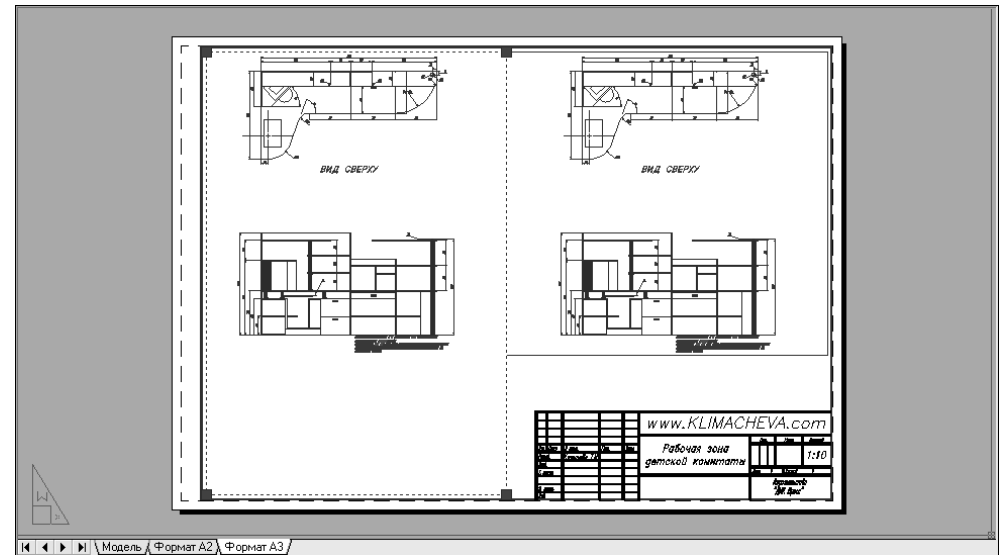

Рис. 13.26 ▼ Размер левого видового экрана изменен с использованием режима **Растягивание** (STRETCH) редактирования с помощью маркеров выделения
1. Для начала переключитесь в режим **МОДЕЛЬ** (MODEL), щелкнув на кнопке-индикаторе **ЛИСТ** (PAPER) в строке состояния или просто введя в командном окне **М** (MS), и попробуйте попеременно указатель мыши по видовым экранам. Как легко заметить, активным является тот видовой экран, в котором в режиме **МОДЕЛЬ** (MODEL) указатель принимает форму перекрестия.
2. Вернитесь в режим **ЛИСТ** (PAPER) и, используя редактирование с помощью маркеров выделения, измените размер левого видового экрана так, чтобы он занимал по вертикали почти всю левую часть компоновки, охваченную рамкой (рис. 13.26).